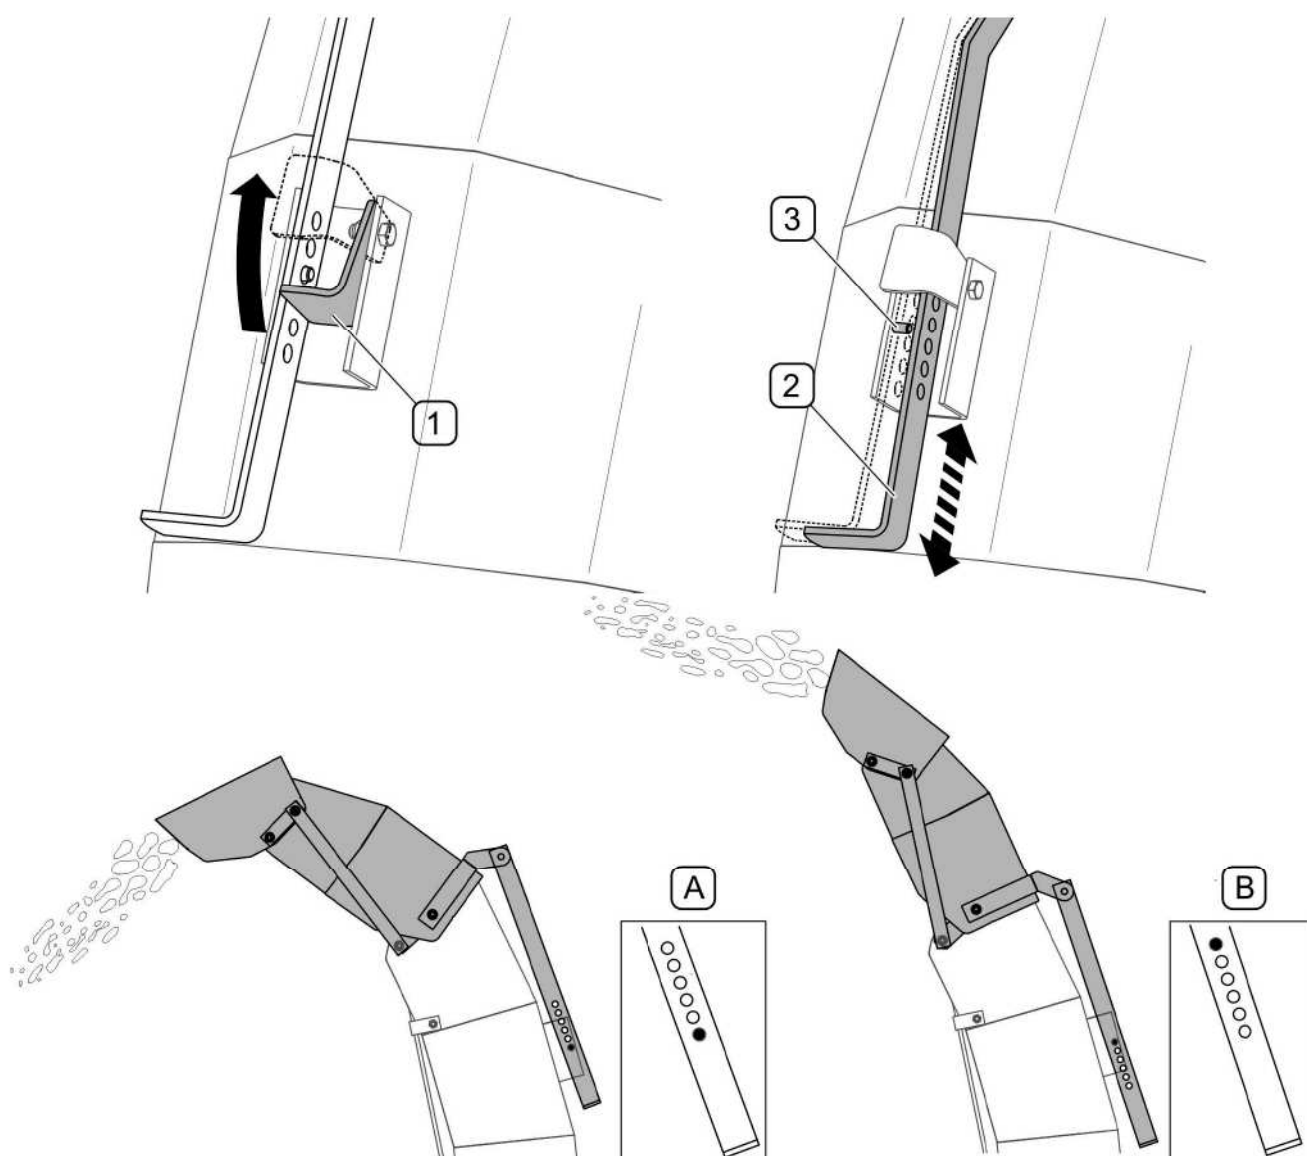

РИСУНОК 4.7 Регулирование дальности отброса
Дальность отброса регулируется постепенно путем изменения положения рычага (2), регулирующего высоту и наклон выбросного отверстия метателя (РИСУНОК 4.7). Чтобы изменить дальность отброса, необходимо (РИСУНОК 4.7):
- поднять фиксатор (1),
- отодвинуть рычаг (2) вбок и установить так, чтобы установочный колышек попал в одно из 6 отверстий в рычаге,
- опустить фиксатор (1).